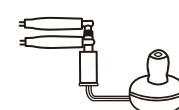

図 III-7
- ・みの虫クリップコードの断線チェックは(図III-7)のように出力チェックイヤホンの差し込み部をクリップで挟み、出力を適度に出している出力端子に差し込むとイヤホンより音が出るので、音が出ていればその出力コードは断線していません。
- ・断線チェックが上記の方法でできないものは、上の項目の点検で断線していないみの虫クリップコードを出力端子に差し、出力調整⑧を適度に上げておき、出力チェックイヤホンをクリップで挟み、もう一方のクリップとイヤホンのプラグの先を断線チェックを行ないたい所へ接触させたとき、イヤホンから音が出れば断線していないことが確認できます。